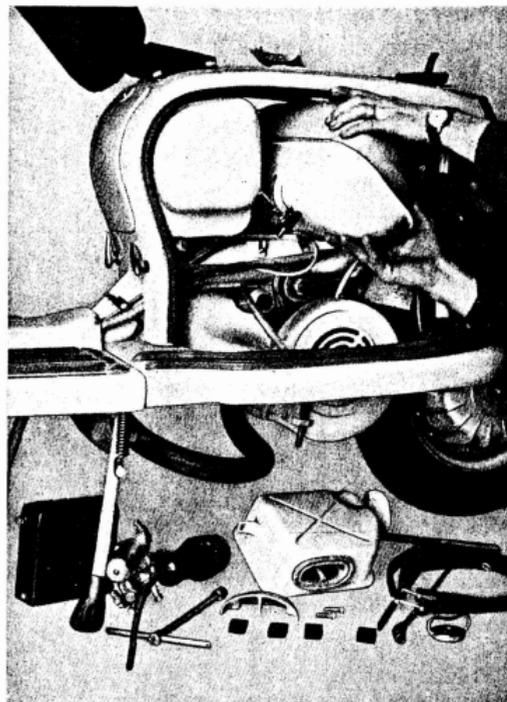

Fig. 36
- 56 Agarrar el depósito del lado del volante, girarlo en el sentido de las agujas de un reloj y sacarlo de su alojamiento. Véase fig. 36.